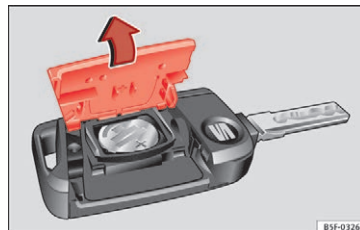

Fig. 132 Bilnøgle: åbning af afdækning til batterirum
- Tag afdækningen på bagsiden af bilnøglen »» Fig. 132 af i pilens retning »» ❶.
- Sæt afdækningen på som vist på billedet »» Fig. 132, og tryk den modsat pilens retning på bilnøglen, indtil den går i hak.
❶ FORSIGTIG